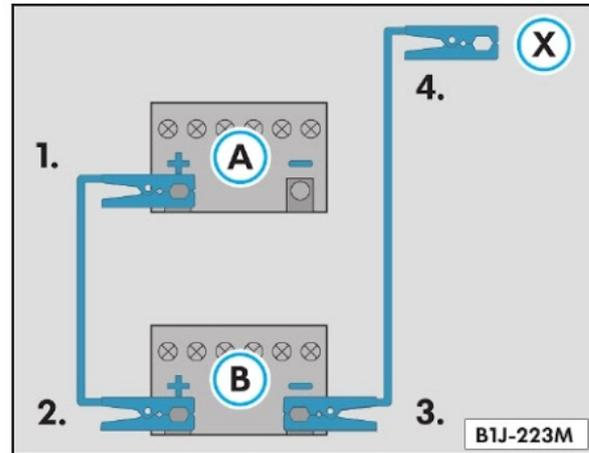

Fig. 92 Sequência de ligação dos cabos auxiliares de partida
Na ⇒ fig. 92 estão representadas a bateria descarregada (A) e a bateria fornecedora de corrente (B).
1. Ligue uma extremidade do cabo auxiliar de partida *vermelho* ao terminal positivo ⇒ Página 137, fig. 92 (+) do veículo com a bateria descarregada ⇒ Página 137, fig. 92 (1A) ⇒ ⚠.
2. Ligue a outra extremidade do cabo auxiliar de partida *vermelho* ao terminal positivo ⇒ Página 137, fig. 92 (+) do veículo, que fornecerá a corrente ⇒ Página 137, fig. 92 (2B) ⇒ ⚠.
3. Ligue uma extremidade do cabo auxiliar de partida *preto* ao terminal negativo ⇒ Página 137, fig. 92 (-) do veículo, que fornecerá a corrente ⇒ Página 137, fig. 92. (3B) ⇒ ⚠.
4. Ligue a outra extremidade do cabo *preto* no veículo com a bateria descarregada a uma peça maciça ⇒ Página 137, fig. 92 (4X), firmemente aparafusada ao bloco do motor, ou ao próprio bloco do motor, mas não nas proximidades da bateria ⇒ ⚠.